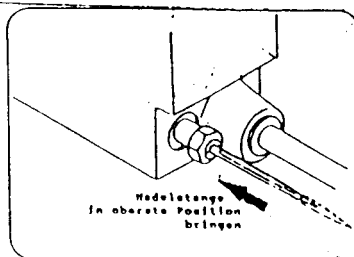

Abb. 9
2. Drehen Sie das Maschinenantriebsrad von Hand, bis die Nadelstange in der obersten Position steht. (Abb. 9)